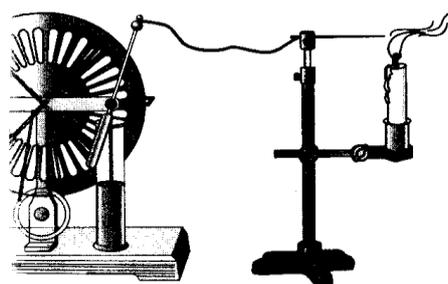

Рис. 2.122
- 1) закрепите в изолирующем штативе острие из комплекта электрометров или остро отточенный гвоздь и соедините его с кондуктором электрофорной машины, как показано на рис. 2.122;